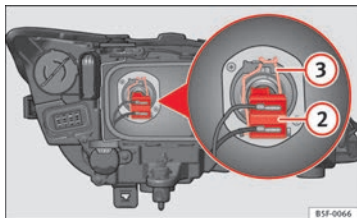

Abb. 134 Abblendlicht
- Ziehen Sie den Stecker  $\Rightarrow$  Abb. 134 (2) von der Lampe ab.
- Nehmen Sie die Haltefeder  $\Rightarrow$  Abb. 134 (3) durch Eindrücken und Rechtsdrehung ab.